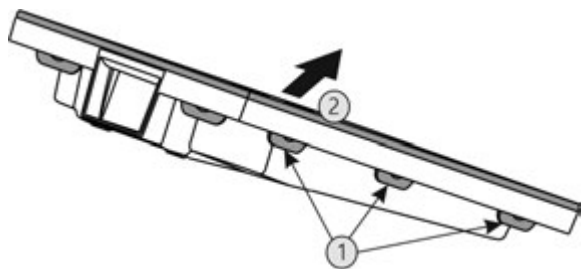

Fig. 38
- ▶ Всі накладки Fig. 38 (1) натиснути послідовно і вийняти кришку Fig. 38 (2).